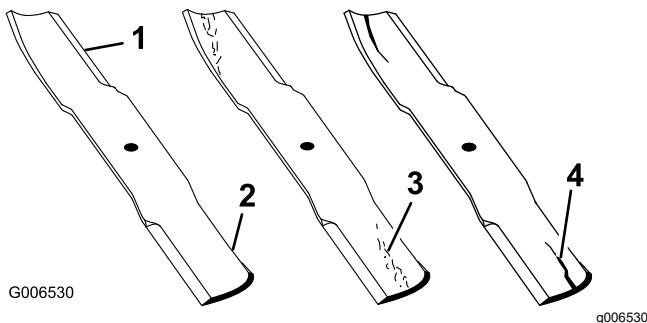

Figura 65
1. Ispécione as extremidades de corte (Figura 65).
4. Se verificar quaisquer fissuras, desgaste, ou a formação de ranhuras nesta área instale imediatamente uma lâmina nova (Figura 65).